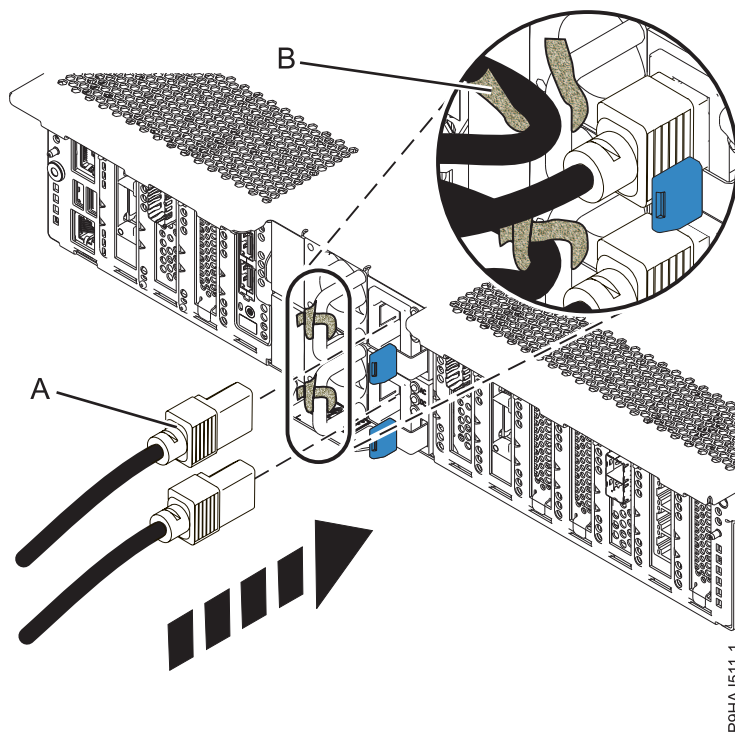

Figura 75. Conexión de los cables de alimentación
2. Mediante las etiquetas, vuelva a conectar los cables de alimentación **(A)** a la unidad del sistema. Sujete los cables de alimentación al sistema utilizando los mecanismos de sujeción **(B)** tal como se muestra en la Figura 75.